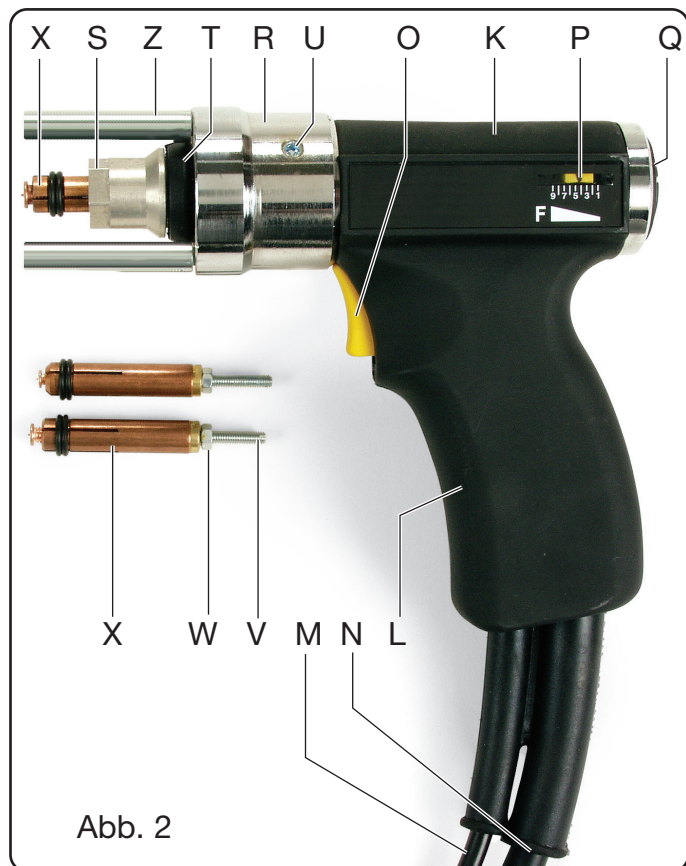

Abb. 2
Den Überstand des Bolzens bezogen auf das vordere Ende der Spannzange auf 0,8 bis 1,2 mm mit der Stellschraube **V** einstellen, und dann mit der Mutter **W** blockieren (Abb. 2).
Die Spannzange **X** in das Spannfutter der Schweißpistole bis zum Anschlag einführen (Abb. 2) und mit der Mutter S mit Hilfe des beiliegenden 17mm-Inbusschlüssels blockieren.
- Den gewählten Bolzen in die Spannzange X einsetzen (die zuvor wie in Abb. 2 beschrieben eingestellt werden muss).